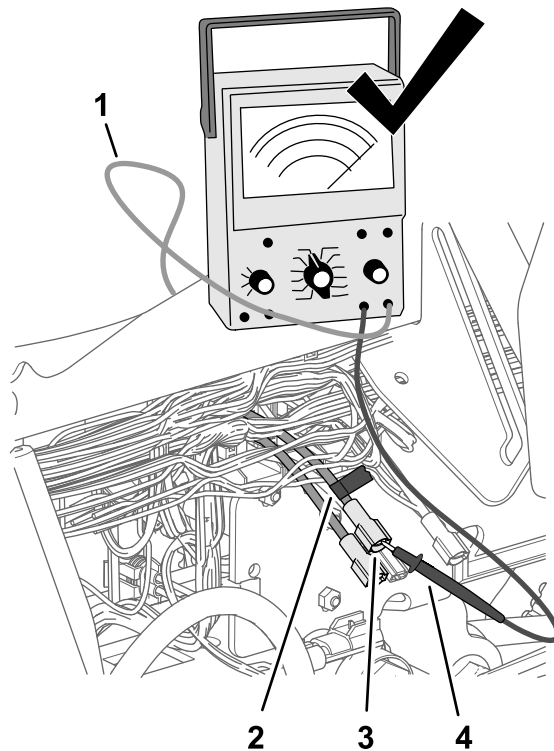

Figura 189
4. Utilice un trozo de cinta para marcar el conector y el cable que identificó en el paso 3 (Figura 189).